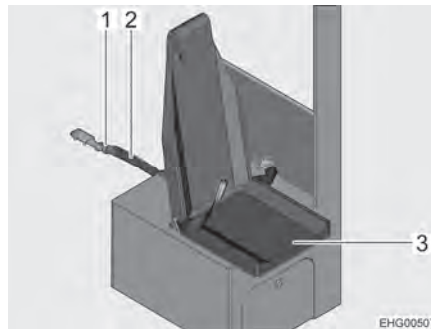

Fig. 21 Retención del asiento de enchufe
- Enchufar el cinturón de retención (Fig. 21,2) en la hebilla (Fig. 21,1).
- Plegar la superficie de asiento (Fig. 21,3) hacia abajo.